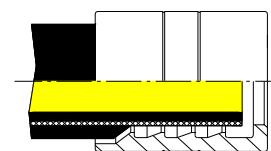

Fig.3
2. Calzare la boccola sul tubo fino al suo arresto (Fig.3).
3. Calzare la boccola sul tubo fino al suo arresto in modo da coprire interamente la porzione di tubo priva di copertura esterna (Fig.3).
3. Insert the ferrule onto the hose till its end in order to completely cover the portion of hose with no external layer (Fig. 3).